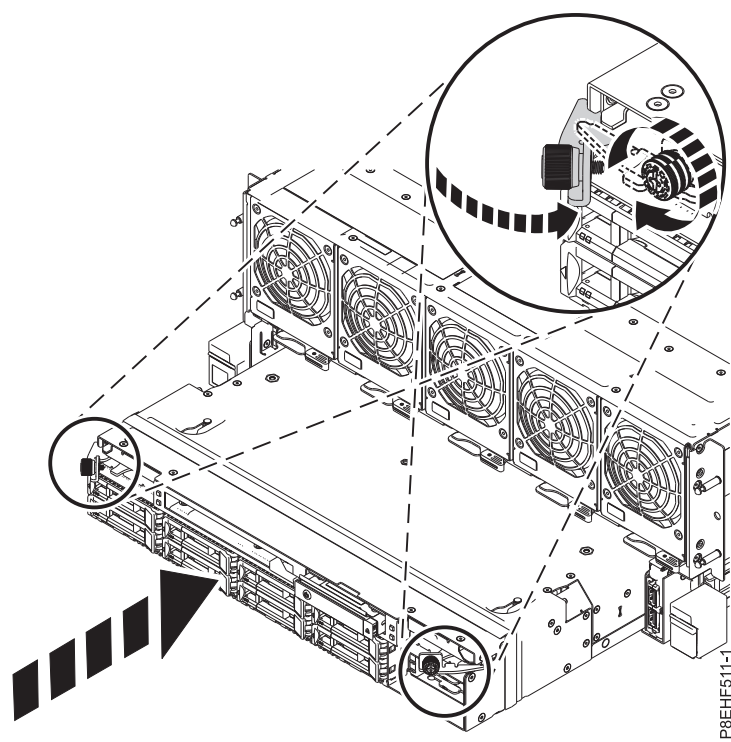

図 14. RAID アセンブリーの再取り付け
5. RAID アセンブリーをスライドさせてシステムに入れます。図 14 に示すように、ラッチを回転させて、つまみねじを締めます。